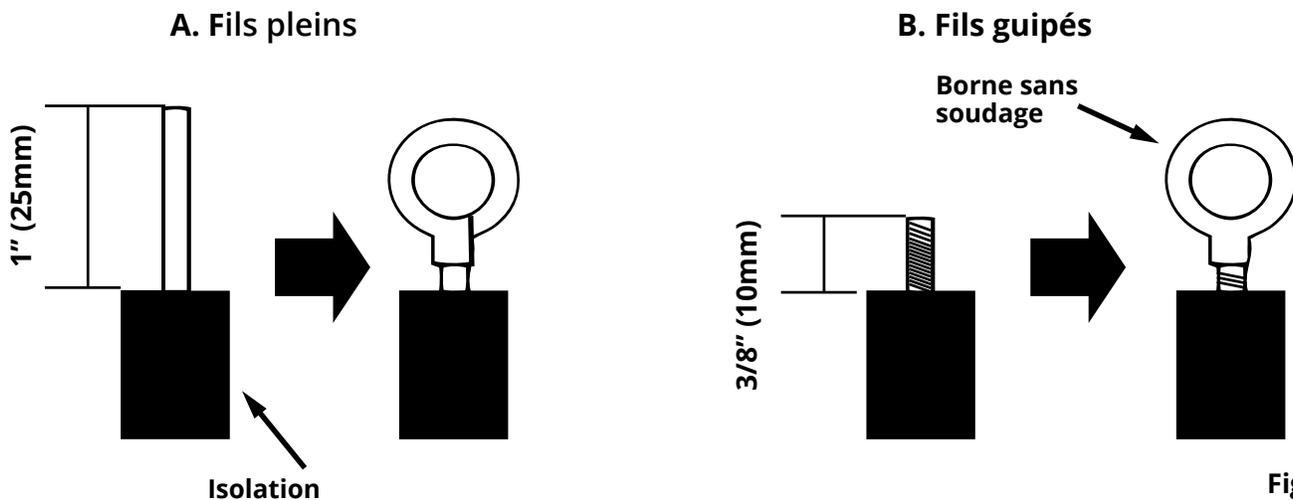
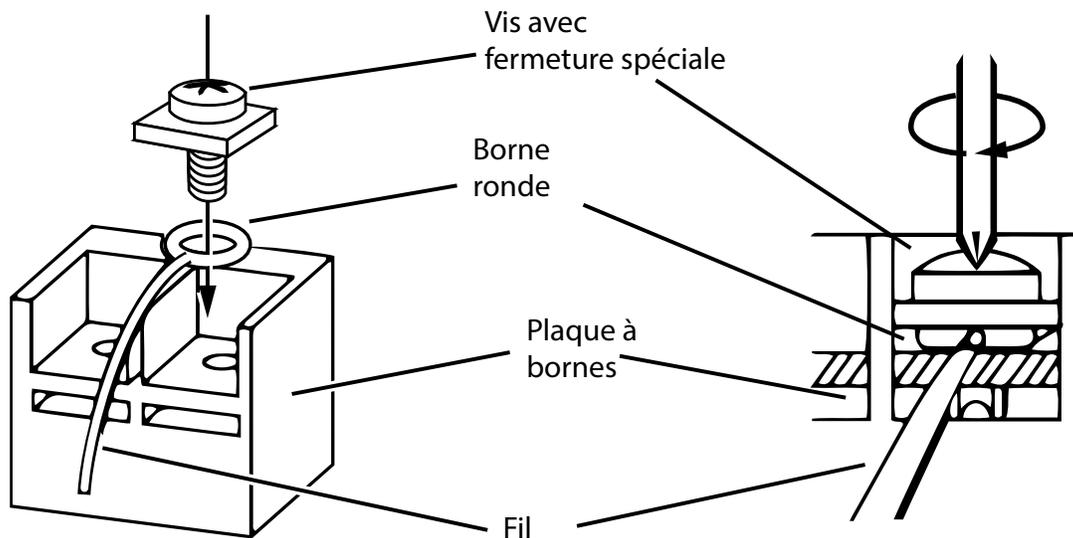

Fig. 2.26
Fig. 2.27
Pour les fils pleins (Voir la Fig. 2.26 A):
Pour les fils guipés (Voir la Fig. 2.26 B et Fig. 2.27):
4. Localiser le conduit de la borne ronde. Utiliser un tournevis pour le remplacer et serrez la vis de la borne (comme indiqué sur la Fig. 2.27).